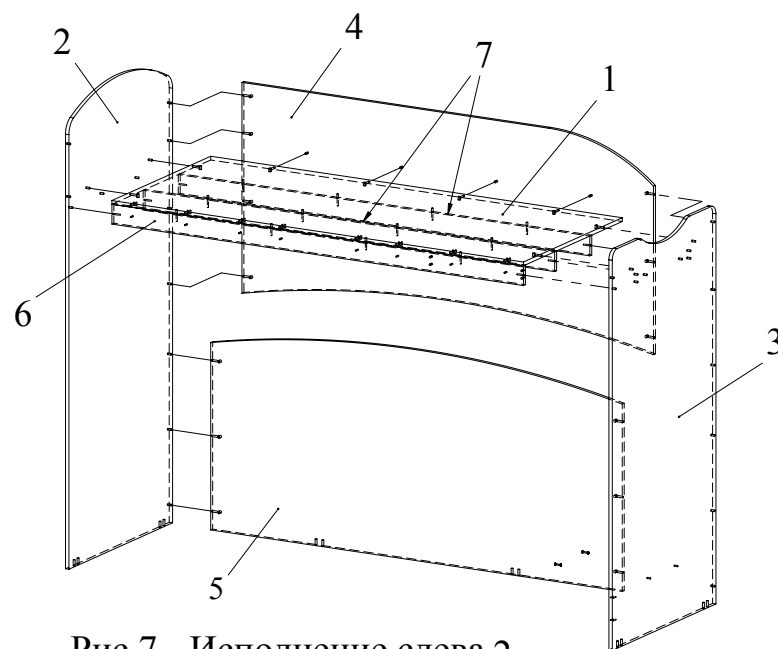
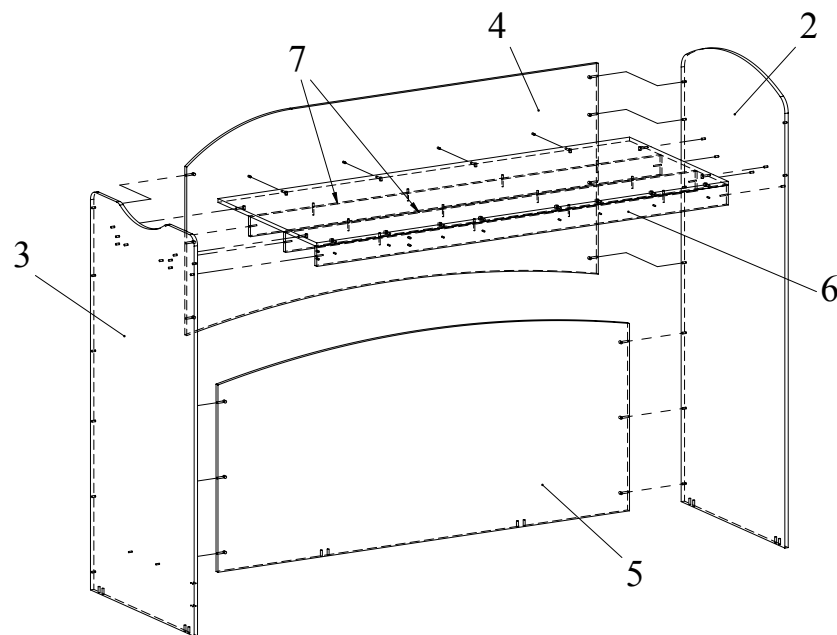

Рис.7 - Исполнение слева 2
Рис.8 - Исполнение справа
7. Полученную сборку и задние стенки 4,5 установить между боковин 2, 3, закрепить их конфирматами и затянуть винты М6х60 поперечными болтами (Рис.7, в зеркальном исполнении - Рис.8).